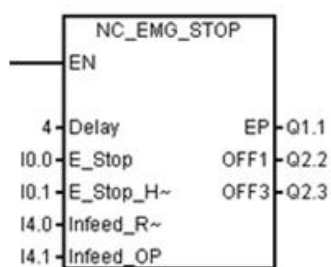

图 4-1
*注：如下图 4-1 所示为子程序块，左侧为输入端，填入外部输入信号；右侧为输出端，填入输出信号